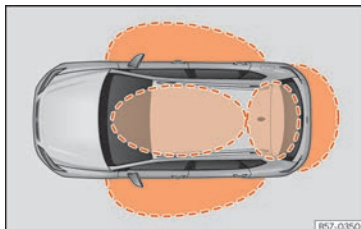
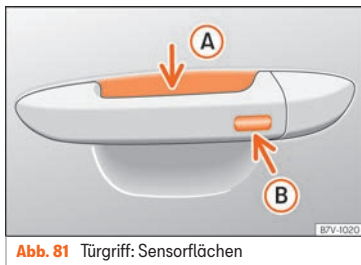

Abb. 80 Keyless Access: Näherungsbereiche.
Abb. 81 Türgriff: Sensorflächen
»» Abb. 81
Keyless Access ist ein schlüsselloses Start- und Schließsystem, mit dem das Fahrzeug ohne aktive Fahrzeugschlüsselbenutzung ent- bzw. verriegelt werden kann. Dazu müssen sich lediglich ein gültiger Fahrzeugschlüssel im Erfassungsbereich für den Zugang zum Fahrzeug befinden »» Abb. 80 und eine der Sensorflächen an den Türgriffen »» Abb. 81 berührt oder der Softtouch/Haltegriff der Heckklappe betätigt werden »» Seite 111 »» ❶.
Befindet sich ein gültiger Schlüssel in einem der Funktionsbereiche »» **Abb. 80**, erteilt das schlüssellose Schließ- und Startsystem Keyless Access diesem Schlüssel eine Zugangsberechtigung, sobald eine der Sensorflächen an den Vordertürgriffen oder der Softtouch/Haltegriff an der Gepäckraumklappe betätigt wird.
- Umfassen Sie einen der Griffe an den Vordertüren. Dabei wird die Sensorfläche »» **Abb. 81 (A)** (Pfeil) im Türgriff berührt und das Fahrzeug entriegelt sich.
- Berühren Sie *einmal* die Verriegelungssensorfläche »» **Abb. 81 (B)** (Pfeil) am Griff an einer der Vordertüren. Die Tür, an welcher der Griff betätigt wird, muss geschlossen sein.
- Berühren Sie *einmal* die Sensorfläche »» **Abb. 81 (B)** (Pfeil) am Griff an einer der Vordertüren. Das Fahrzeug ist mit der „Safe“ »» **Seite 106**-Sicherheitssystem verriegelt. Die Tür, an welcher der Griff betätigt wird, muss geschlossen sein.
- Berühren Sie *zweimal* die Sensorfläche »» **Abb. 81 (B)** (Pfeil) am Griff an einer der Vordertüren, um das Fahrzeug zu verriegeln, ohne das Sicherheitssystem „Safe“ zu aktivieren »» **Seite 106**.
Wenn sich ein gültiger Fahrzeugschlüssel in der Nähe »» **Abb. 80** der Heckklappe befindet, entriegelt die Heckklappe beim Öffnen des verriegelten Fahrzeugs.
- Berühren Sie die Schließaste  auf dem Funkschlüssel und berühren Sie einmal innerhalb von 5 Sekunden die Verriegelungssensorfläche am Fahrertürgriff »» Abb. 81 . Greifen Sie nicht am Türgriff, da sich das Fahrzeug sonst nicht verriegelt. Die Deaktivierung kann auch erfolgen, wenn das Fahrzeug über Fahrertürschloss verriegelt wird.
Um mit der **Komfortfunktion** alle elektrischen Seitenfenster und das Glasdach zu schließen, legen Sie einige Sekunden einen Finger auf den Verriegelungssensorfläche »» Abb. 81  (Pfeil) am Türgriff, bis die Seitenfenster und das Dach geschlossen sind.
Die Sensoren der Türgriffe können durch einen Wasser- oder Hochdruckdampfstrahl aktiviert werden, sofern sich ein gültiger Schlüssel in der Nähe befindet. Ist mindestens eines der elektrisch betriebenen Seitenfenster geöffnet und wird die Sensorfläche »» Abb. 81  (Pfeil) an einem der Türgriffe permanent aktiviert, schließen sich alle Fenster.